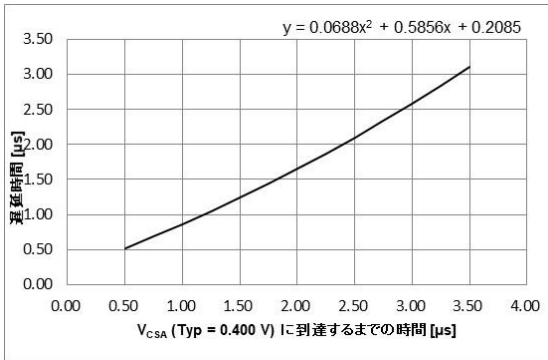
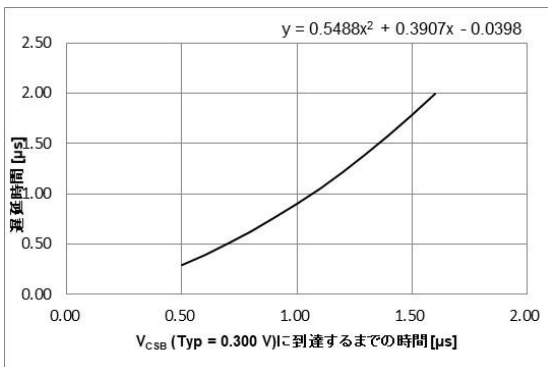

Figure 6A. 遅延時間 vs V_{CSA} (Typ=0.4 V) に到達するまでの時間(BM2P061FK-LBZ)
Figure 6C. 遅延時間 vs V_{CSB} (Typ=0.3 V) に到達するまでの時間(BM2P131FK-LBZ)
スイッチングサイクルごとの過電流リミッタを内蔵しています。過電流リミッタは 1 パルスに対して、SOURCE 端子電圧が V_{CSA} (Typ=0.4 V) または V_{CSB} (Typ=0.3 V) 以上になると、遅延時間後にターン OFF する動作です。遅延時間は V_{CSA} (Typ=0.4 V) または V_{CSB} (Typ=0.3 V) に到達するまでの時間によって変化します。この遅延時間により、AC 電圧補正機能が動作しています。SOURCE 端子電圧が V_{CSA} (Typ=0.4 V) または V_{CSB} (Typ=0.3 V) に到達するまでの時間と追加の遅延時間の関係を Figure 6A から Figure 6C に示します。
- t_D : IC で追加される遅延時間 (Figure 6A から Figure 6C 参照)
上記 Figure 6A~6C について、 t_D は $\pm 20\%$ 、 t_{DELAY} は $\pm 0.1 \mu$ s の範囲で動作することを考慮し、アプリケーション設計をしてください。最終的にはアプリケーション評価確認を行い、センス抵抗等の調整をしてください。